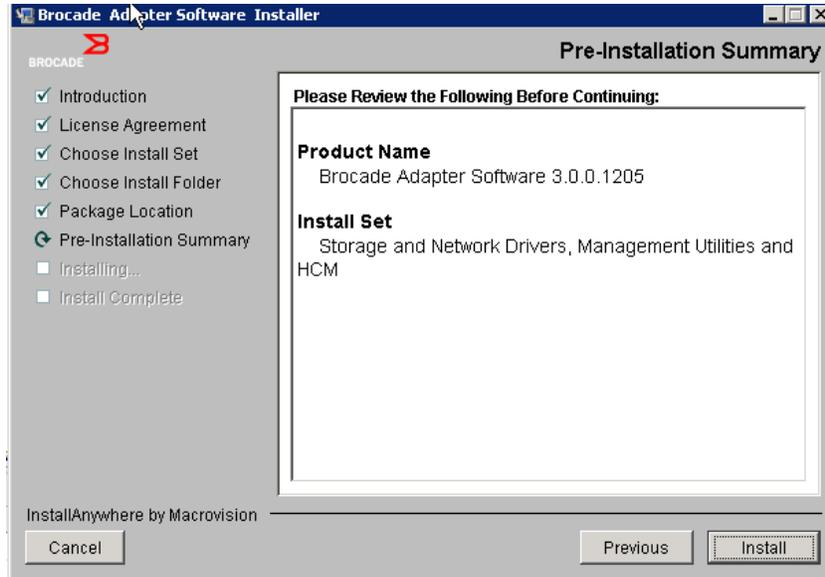

FIGURE 15 Écran Pre-Installation Summary
11. Lorsque l'écran **Pre-Installation Summary** (Récapitulatif de la préinstallation) s'affiche (Figure 15 à la page 79), relisez les informations, puis cliquez sur **Install** (Installer) pour confirmer et lancer l'installation.